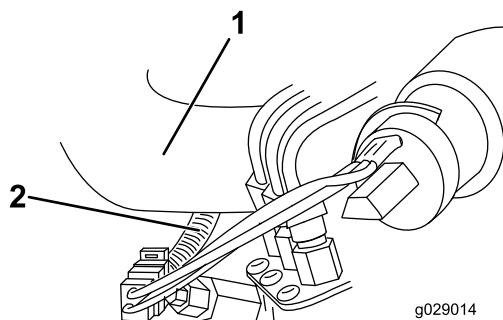

Рисунок 13
5. Проложите другой конец жгута проводки под шлангом радиатора и затем вставьте его в главный жгут проводки (Рисунок 13).